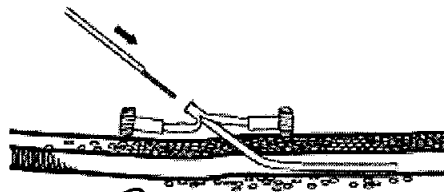

Fig. 3
13. Introduzca el catéter en la vaina (Fig. 3) y hágalo avanzar hasta que quede en posición. **Para garantizar la colocación extrapericárdica, la punta del catéter no debe hacerse avanzar más allá de la vena braquiocefálica o del segmento inicial de la vena cava superior.**